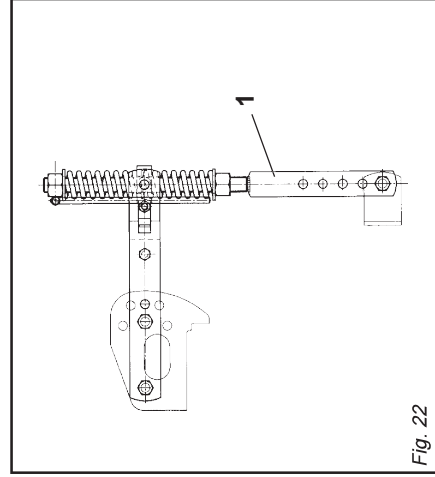

Fig. 22
- 2- Il martinetto a molla (1 Fig. 22) oltre a sostenere la lamiera livellatrice ed ammortizzarla nel trasporto su strada, serve a evitare il ribaltamento della zappatrice durante il parcheggio.
- 2- Besides supporting the levelling plate and acting as a shock absorber for it during road transport, the spring ram (1 Fig. 22) prevents the steerage hoe from overturning when parking.
- 2- Die Federwinde (1 Abb. 22) trägt nicht nur das Planierschild und dient beim Straßentransport zur Dämpfung von Stößen, sondern sie soll auch verhindern, daß die Hackfräse während des Parkens umkippt.
- 2- Le vérin à ressort (1 Fig. 22) sert de soutien à la tôle de nivellement et de suspension pendant le transport sur route, pour éviter le basculement du cultivateur lors du stationnement.
- 2- El gato de resorte (1 Fig. 22), además de sostener la chapa de nivelación y protegerla durante el transporte en carretera, sirve para evitar el vuelco de la binadora durante el estacionamiento.